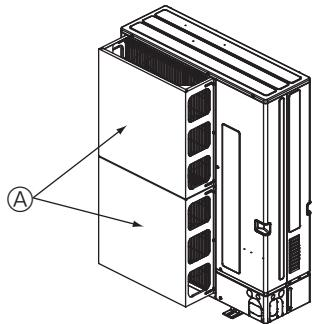
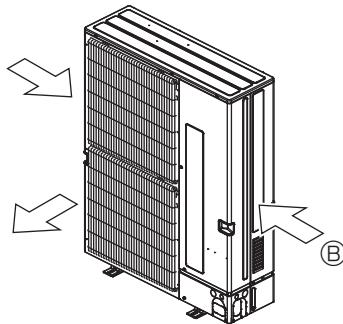

Fig. 2-16
Fig. 2-17
① Установіть додатковий захисний кожух для повітря, якщо блок встановлено в місці, де сильні вітри внаслідок тайфунів тощо можуть перешкоджати циркуляції повітря через отвір для виходу повітря. (Fig. 2-16)
② Захисний кожух для повітря
② Розмістіть блок так, щоб повітря виходило по можливості перпендикулярно до сезонного напряму віtru. (Fig. 2-17)
③ Напрямок віtru